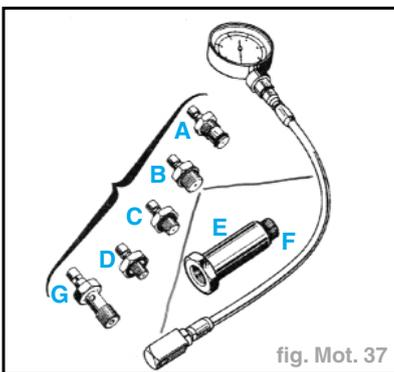

fig. Mot. 37
- Brancher le manomètre (**F**) **Mot. 836.05** à la place du manoccontact avec le raccord (**B**) (fig. Mot. 37).